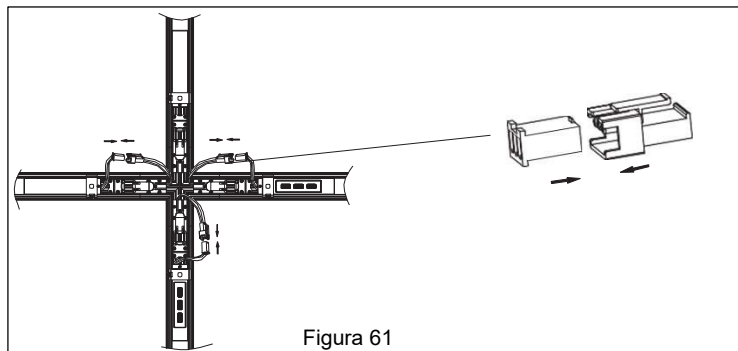

Figura 61
6. Haz una conexión eléctrica entre las lámparas y conector en X con conectores machos-hembras. **Ver Figura 61.**